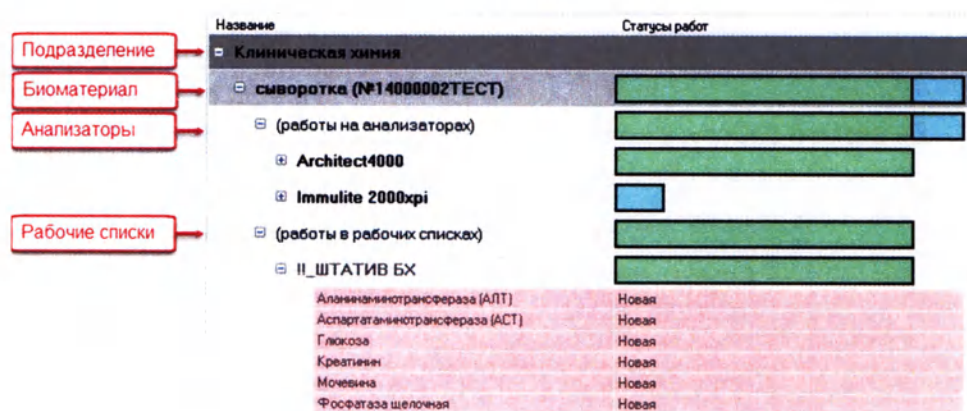

Рисунок 5.75
2. Работы сгруппированы иерархически по подразделению, биоматериалу, анализаторам, рабочим спискам (Рисунок 5.75):